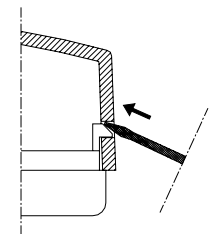

Fig. 4
1. Rimuovere la calotta plastica spostando verso l'interno, con l'aiuto di un utensile (Fig. 4), i due dentini plastici (2) posti sul fianco destro.
1. Remove plastic cover by moving to the inner side, through the use of a tool (Fig. 4), the two plastic teeth (2) located on the left side of the thermostat.